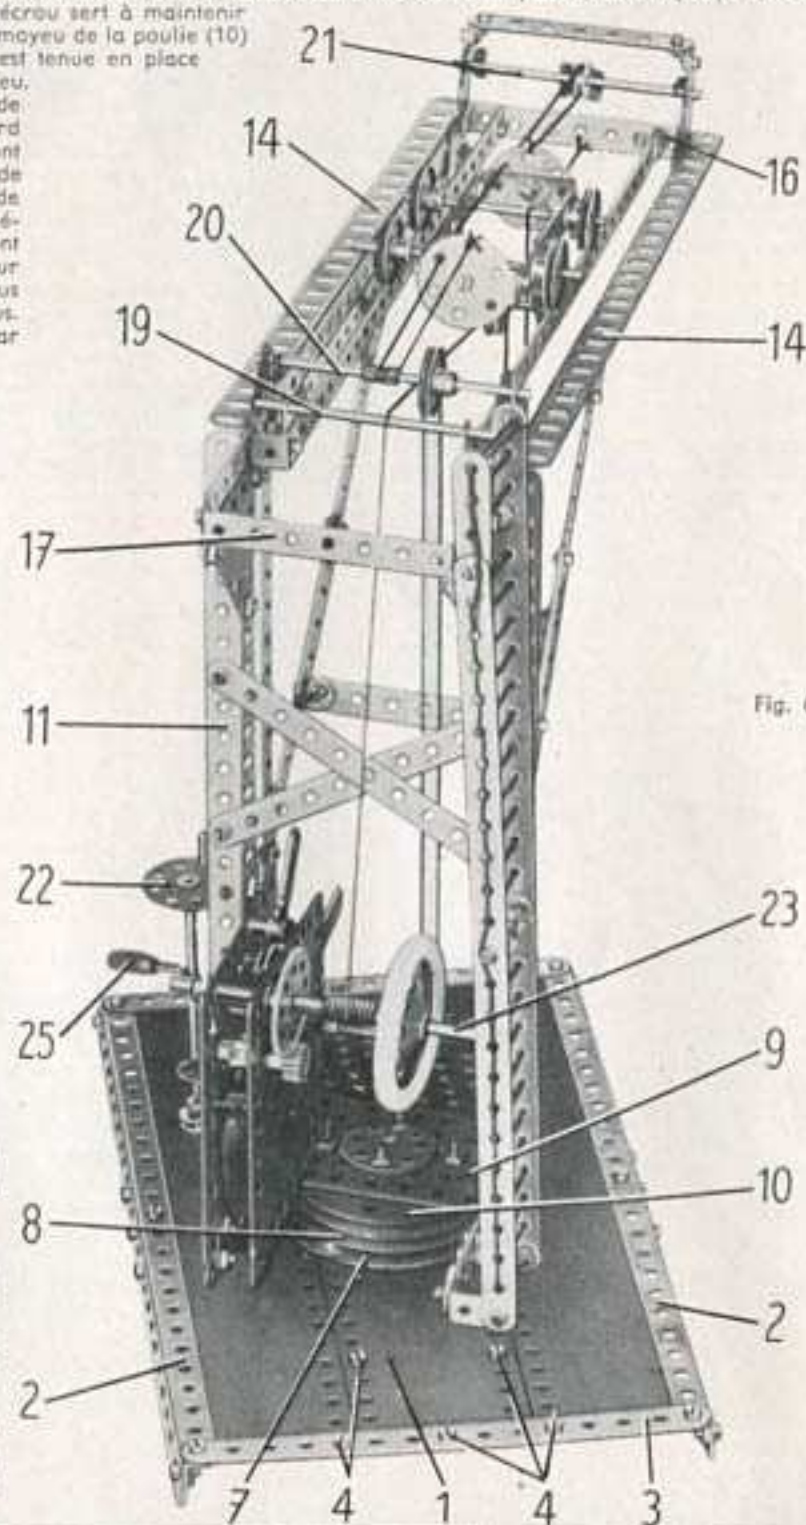

Fig. 6.16a
Le chariot se déplace quand on tourne une manivelle (25) tenue en place par des bagues d'arrêt. Cette manivelle porte une poulie de 25 mm. qui est réunie par une courroie de transmission à la poulie de 25 mm. montée sur la tringle (20). Une corde est attachée au disque avant du chariot ; elle passe autour d'une poulie folle de 12 mm. montée sur la tringle (21) et elle est enroulée 3 ou 4 fois autour de la tringle (20). La corde est enfin attachée à l'arrière du chariot. La moufle a été retirée sur la Fig. 6.16a pour la clarté de l'illustration.
La base est formée par deux plaques-bandes de 25 trous et par deux plaques flexibles de 14×6 cm. (1) boulonnées sur deux bandes de 25 trous (2) et deux bandes (3). Une moitié de plaque à charnière est fixée sous chaque extrémité de la base et elle est tenue par les boulons (4) (fig. 6.16a).